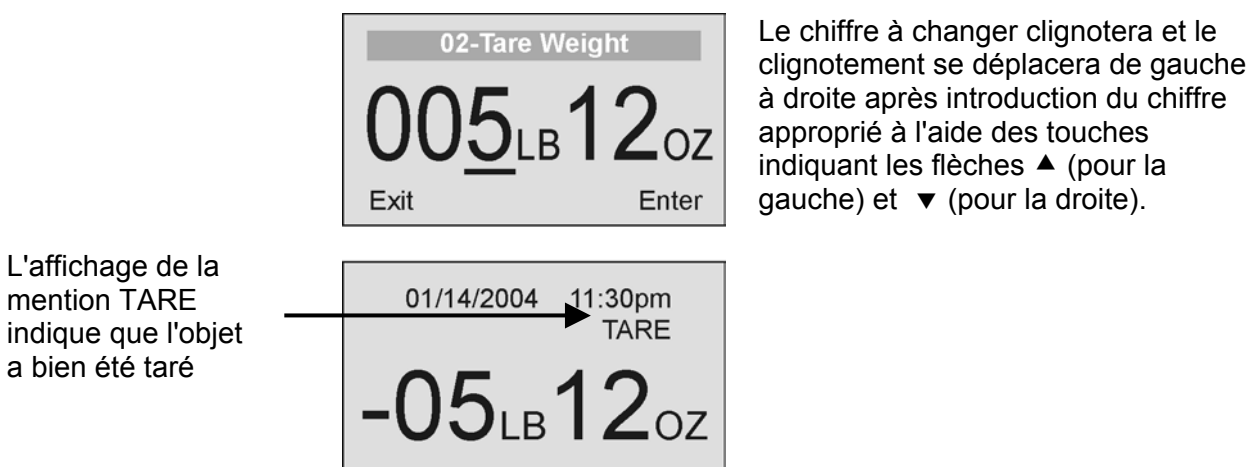

Figure 9. Poids de la tare
L'utilisateur peut régler le poids d'une tare grâce à la touche correspondante (TARE) - (9) tandis qu'un objet se trouve posé sur la plateforme de la balance. L'affichage se mettra à zéro et la mention TARE sera affichée pour indiquer qu'une valeur de tare est mémorisée (comme le montre la Figure 9 ci-dessus).